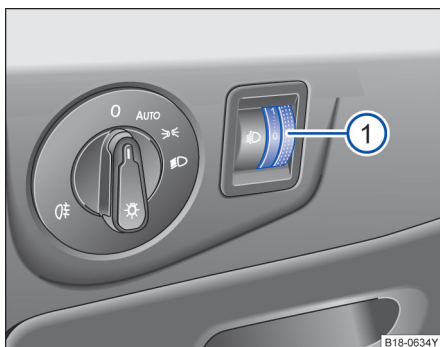

图 69 在方向盘旁边：大灯照明距离调节的调节器
大灯照明距离调节 ⇒ 图 69① 根据设定值将大灯光束与汽车的负荷状态无级匹配。因此驾驶员具有最大可能的视野并且不会给对面的道路使用者造成眩目 ⇒ ⚠️。
要调节时转动调节器 ⇒ 图 69①: